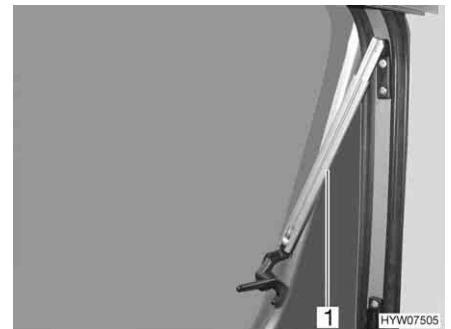

Bild 79 Överkantshängt fönster med automatik-spärrar, öppet
- Öppna det överkantshängda fönstret till önskat läge. Automatik-spärren (Bild 79,1) hakar fast automatiskt.